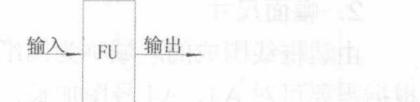

图 0-10 FU 的信息传递图
- ③ 从保护角度表示，FU 进行短路保护。当电路电流突然增大发生短路时，FU 烧断，使电动机失电。它们就存在信息传递关系：“电流”输入 FU，FU 根据电流的大小输出“烧断”或“不烧断”，可用图 0-10 表示。